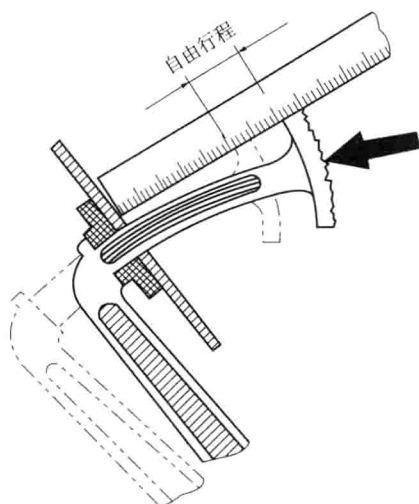

图 1-16 测量离合器踏板的自由行程
③测量和调整离合器踏板的自由行程。
a. 检查。离合器踏板的自由行程可用普通直尺在踏板处测量。先测出踏板在最高位置时的高度,再测出按下踏板并感到稍有阻力时的高度。两者之差即离合器踏板的自由行程的数值。若数值不合要求,则应及时调整,如图 1-16 所示。